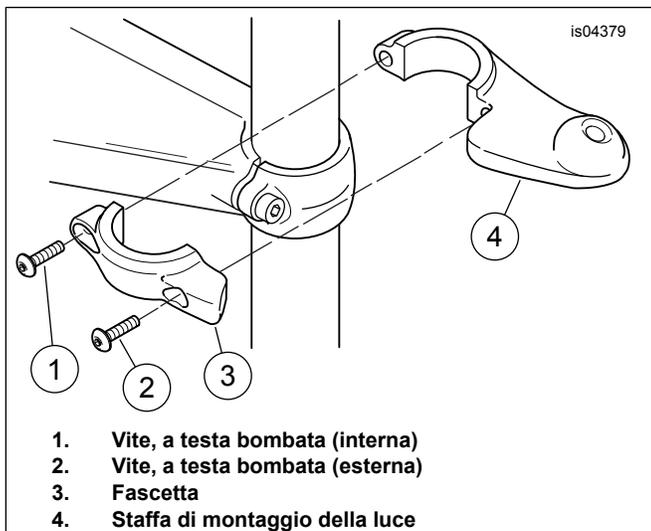

Figura 1. Installazione della staffa di montaggio sulla canna della forcella (mostrato il lato destro)
5. Vedere Figura 1. Posizionare la staffa di montaggio del lato destro (4) e il morsetto (3) sulla canna di destra della forcella come illustrato. Fissare, senza stringere, usando due viti a testa bombata. Serrare prima la vite esterna (2), e poi la vite interna (1) a 8–9 N·m (70–80 in-lbs).